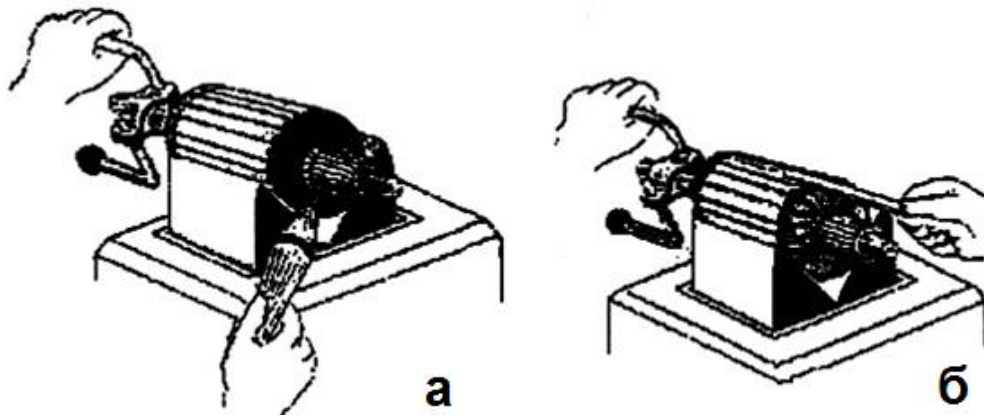

Рис. 2.8. Проверка якоря стартера:
- уложить якорь на полюса индуктора, как показано на (рис. 2.8), и закрепить на валу приспособление для проворачивания якоря;
- пазы, в которых уложена секция с короткозамкнутыми витками, могут быть найдены с помощью стальной пластины из комплекта принадлежностей. Поворачивая якорь, слегка касайтесь пластиной поверхности якоря (рис. 2.8, б), над пазом, в котором расположена секция с короткозамкнутыми витками (витком), пластина будет вибрировать (это объясняется тем, что по короткозамкнутым виткам (витку) течет ток, и создается местное переменное магнитное поле, которое замыкается через пластину и заставляет ее вибрировать);